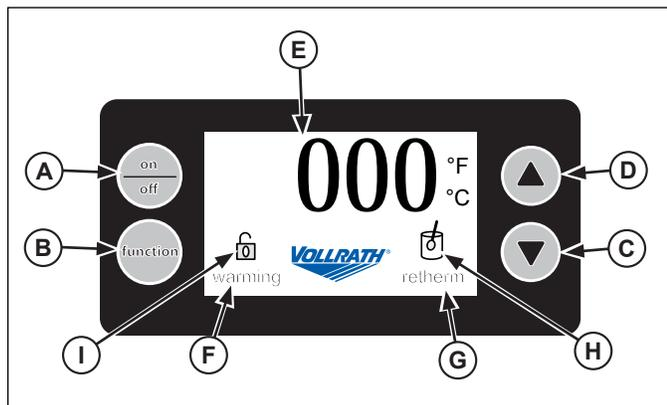

Figure 1. Panneau de commande
1. Appuyez sur le bouton ON/OFF (A) pour allumer l'appareil. Voir la figure 1.
2. Appuyez sur le bouton fonction (B) pour sélectionner le mode remise en température. Le voyant de remise en température (G) clignote jusqu'à ce que le produit alimentaire atteigne la température de consigne.
1. Appuyez sur le bouton ON/OFF (A) pour allumer l'appareil (Figure 1).
2. Appuyez sur le bouton FONCTION (B) pour choisir l'unité d'affichage (E) de la température : °F ou °C.
4. Appuyez sur la flèche vers le haut (D) ou sur la flèche vers le bas (C) pour sélectionner le programme à plus de 155 °F (68 °C). Le voyant de préchauffage (F) clignote jusqu'à ce que le produit alimentaire atteigne la température de consigne.
2. Appuyez sur le bouton FONCTION (B) pour sélectionner le mode programme prédéfini. Les options de programme sont suivantes : Warming (Préchauffage), Retherm (Remise en temp.), ou des types d'aliments : Soup (Soupe), C Soup (Velouté), Chili et Mac (Mac and Cheese). Les programmes fonctionnent à une température prédéterminée. Toutefois, pour le programme Warming, l'opérateur peut choisir une température spécifique.
2. Appuyez sur le bouton FONCTION (B) pour choisir l'unité d'affichage de la température : °F ou °C.
3. Appuyez sur la flèche vers le haut (D) ou sur la flèche vers le bas (C) pour sélectionner le programme.
4. En mode préchauffage, appuyez sur la flèche vers le haut (D) ou sur la flèche vers le bas (C) pour sélectionner la température souhaitée. Le cycle de préchauffage atteint et maintient cette température jusqu'à ce que la température soit à nouveau réglée.
2. Appuyez sur le bouton FUNCTION (B) pour passer de °F à °C.
3. Pour verrouiller l'appareil : appuyez simultanément sur le bouton FUNCTION (B) et sur la flèche vers le bas (C) jusqu'à ce que le voyant du cadenas (I) s'allume. La commande ne peut pas être modifiée tant que l'appareil n'est pas déverrouillé.
4. Pour déverrouiller l'appareil : appuyez simultanément sur le bouton FUNCTION (B) et sur la flèche vers le bas (C) jusqu'à ce que le voyant du cadenas (I) s'éteigne. La commande est désormais modifiable.